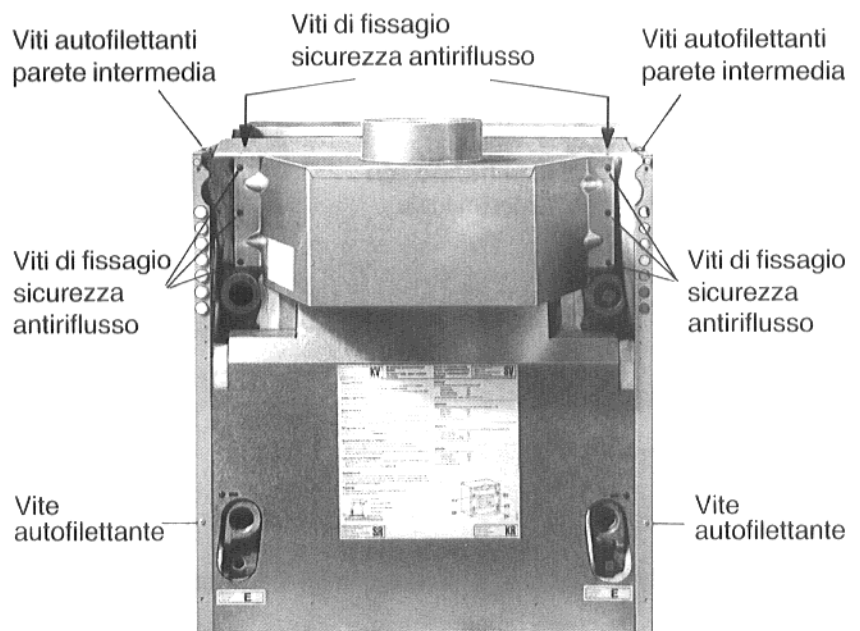

Fig. 30 – Figura esplicativa
- Avvitare la **sicurezza antiriflusso** al collettore dei gas di scarico (Vedi Fig. 30)